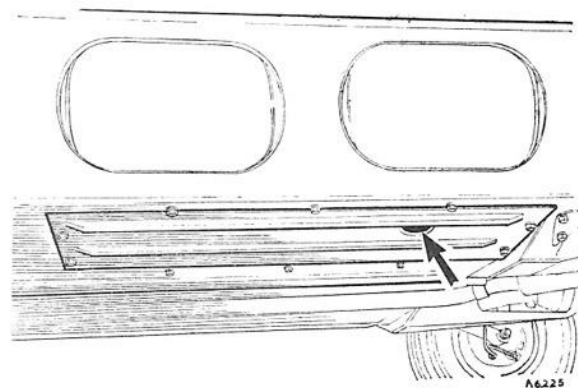

Fig. D.10
- 2) Tøm benzintanken, se fig. D.10.